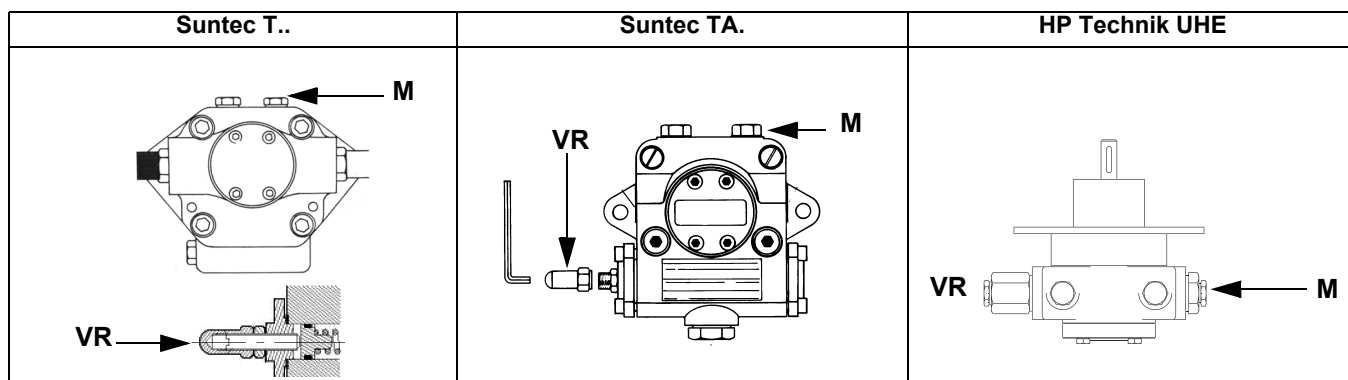

Fig. 5
- 3 sfiatare l'aria dall'attacco (**M**) manometro della pompa (Fig. 5), allentando leggermente il tappo, senza toglierlo; quindi rilasciare il contattore.
- 5 Solo se necessario, regolare la pressione di alimentazione (vedi relativo paragrafo) nel modo seguente: inserire un manometro nella posizione indicata in Fig. 6 agire sulla vite di regolazione **VR** della pompa (vedi Fig. 5) fino ad ottenere una pressione all'ugello pari a 20 bar (ugelli Monarch o ugelli Bergonzo - vedere grafici a pag. 46);
3. Fissare VD rispettivamente con 2 viti M5, max. 5 Nm/44 in.lb, fig. 5/6.